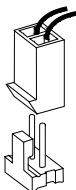

Figure 1 : Connecteur de pack de piles
2. Connecter l'alimentation de la sirène (voir Figure 1).